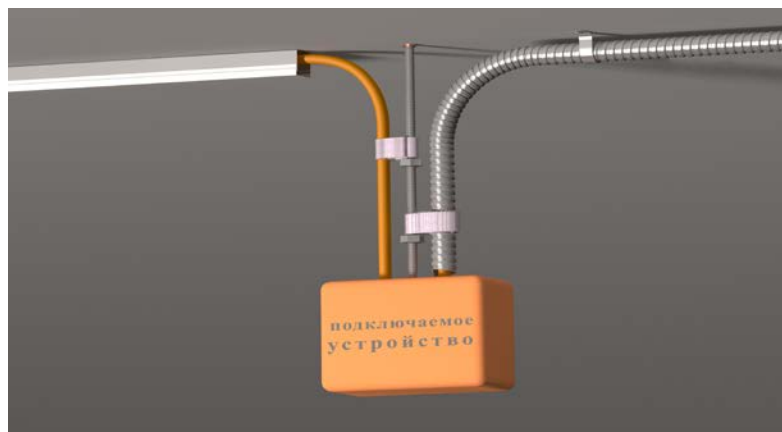

Рис. 10. Пример организации кабельных спусков
6.4 Для организации спусков (подъемов) кабелей от ОКЛ к устройствам (динамикам системы оповещения и управления эвакуацией на подвесном потолке и т.п.), необходимо крепить кабель (металлорукав) «лентой основания (с защитным слоем стеклотканевого покрытия)» (КФСТ.735312.056) на специально закрепленных для этих целей стальных шпильках размером от М6 (Рис. 10). Крепление кабеля при этом должно выполняться с учетом минимального радиуса изгиба.